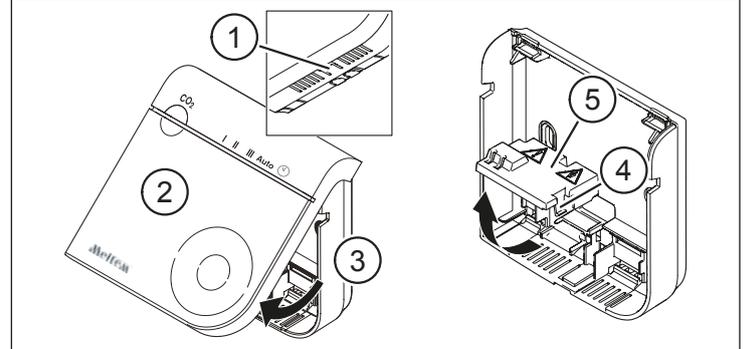

Abb. 2: Deckel und Sicherheitsabdeckung abnehmen
- ▶ Drücken Sie auf die Nase (Pos. 1 in Abb. 2) an der Unterseite des Gehäuses (Pos. 3 in Abb. 2) und ziehen Sie den Deckel (Pos. 2 in Abb. 2) vom Gehäuse ab.
- ▶ Drücken Sie mit einem kleinen Schlitzschraubendreher auf den Rasthaken (Pos. 4 in Abb. 2) und klappen Sie die Sicherheitsabdeckung (Pos. 5 in Abb. 2) nach oben.
- ▶ Klappen Sie die Sicherheitsabdeckung (Pos. 5 in Abb. 2) nach unten, bis diese hörbar einrastet.